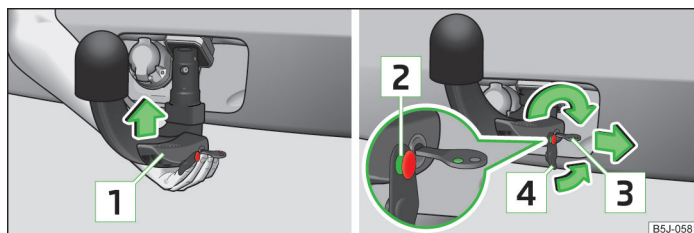

Fig. 103 Introducir la barra de cabeza esférica/bloquear el cierre y poner la tapa
- Agarre la barra de cabeza esférica **desde abajo** » fig. 103 y encájela en la cavidad del alojamiento hasta que se encastre de forma audible » **!**.
La palanca **1** » fig. 103 se gira **automáticamente** hacia arriba y el perno de desbloqueo **2** sale hacia fuera (su parte roja y verde es visible) » **!**.
- Coloque la tapa **4** » fig. 103 en el cierre en el sentido de la flecha » **!**.